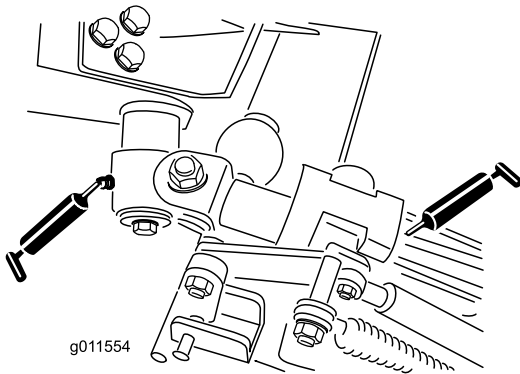

Figura 50
- 2 boccole orientabili della leva a squadra (Figura 50)
- 4 boccole del braccio posteriore (Figura 50).